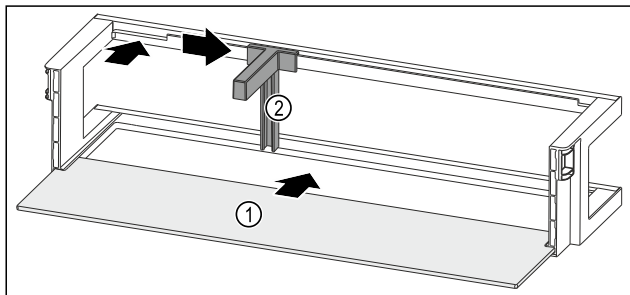

Fig. 190 Polica u vratima s policom za odlaganje
- Umetnite policu Fig. 190 (1) u bočna udubljenja.
- Držač za boce Fig. 190 (2) umetnite u otvor.
- Držač za boce Fig. 190 (2) pogurnite u željeni položaj na stranu.